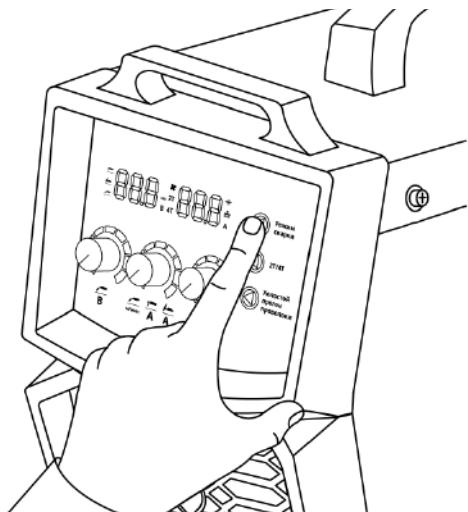

Рис. 13.2. Выбор способа сварки.
- Перейдите в режим TIG (см. рис. 7.1, п. 6) на передней панели сварочного аппарата (см. рис. 13.2).